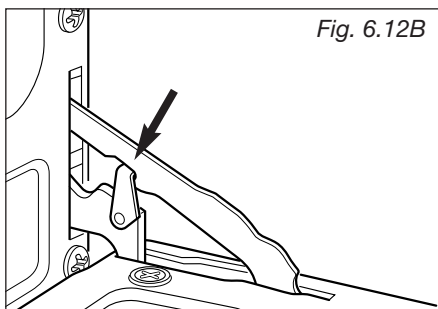

Fig. 6.12B
- Enganche las sujeciones en los ganchos de las bisagras izquierda y derecha (Fig. 6.12B).